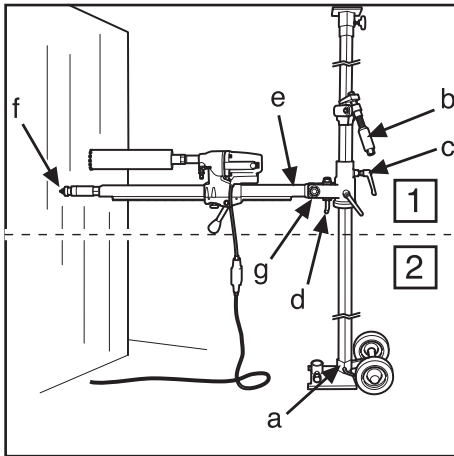
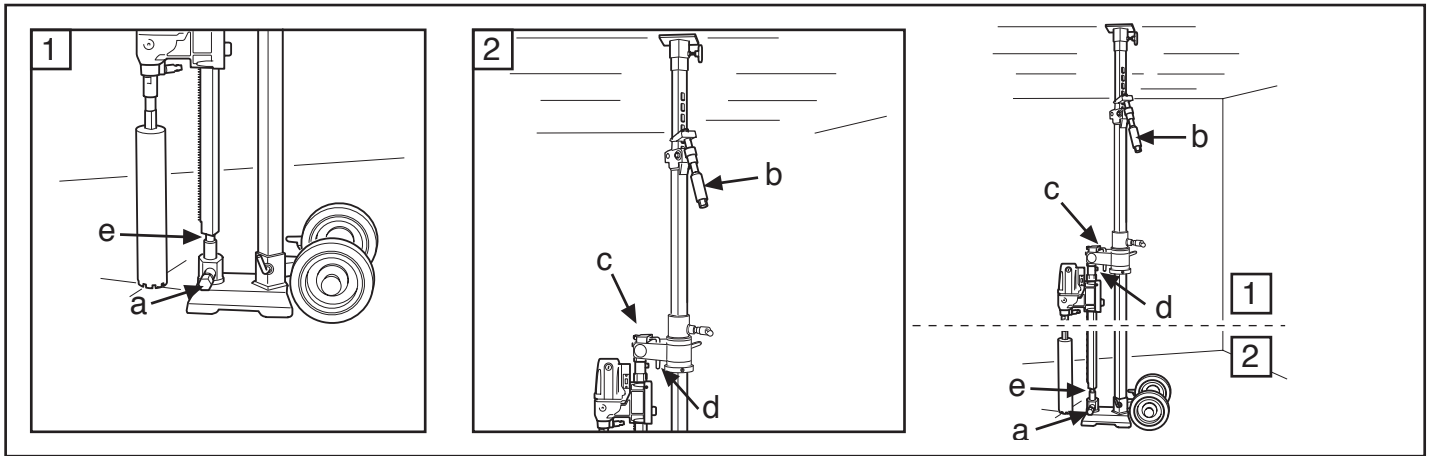

Fig. 6
Fig. 11
- rivolto verso l'alto, e viceversa se l'altezza di foratura è inferiore a 1,5 m. Controllare che il montante sia fissato alla piattaforma con il bullone di fissaggio (a) (fig. 6, 8).
6. Riportare in posizione la colonna di foratura ruotandola in modo che la perforatrice sia nella posizione desiderata contro la parete. Fissare la manopola di bloccaggio (fig. 6, 7) (c).
- Außenrohr nach oben gedreht sein, bei Bohrungen unterhalb von 1,5 m ist es umgekehrt. Überprüfen, ob der Stempel mit dem Sicherungsbolzen (a) in der Sohlenplatte verriegelt ist (Abb. 6, 8).
6. Bohrsäule mit dem Bohrmotor in die gewünschte Stellung an der Wand zurückdrehen. Verriegelungsdrehknopf sichern (Abb. 6, 7) (c).
- orienté vers le haut ; si le forage est effectué à une hauteur inférieure à 1,5 m, il doit être orienté vers le bas. Contrôler que le poteau est verrouillé dans le piétement à l'aide du boulon de blocage (a) (Fig. 6, 8).
6. Tourner le pilier de forage avec le moteur de forage sur la position souhaitée contre le mur. Verrouiller la poignée de verrouillage (Fig. 6, 7) (c).
- vanaf de wand, de kolomschroef moet ingeschroefd zijn. Wanneer hoger dan 1,5 m moet worden geboord, moet de dickere buitenpijp omhoog zijn gedraaid en andersom wanneer lager dan 1,5 m wordt geboord. Controleer of de kolom met de borgbout (a) in de bodemplaat vastzit (Fig. 6, 8).
6. Draai de boorkolom met de boormotor terug naar de gewenste stand tegen de wand. Zet de borgknop vast (Fig. 6, 7) (c).
7. Riportare indietro e sollevare la colonna di foratura, bloccandola con l'impugnatura a L (d) e il dado (g) (fig. 6, 7). Per la foratura angolata, allentare l'impugnatura a L (d) e portare la colonna di foratura all'angolo desiderato serrando il dado (g) con la chiave da 30 mm (fig. 6, 7).
8. Controllare la posizione della testa di foratura. Avvitare la vite del montante (f) (fig. 6, 10) alla parete per fissare la colonna di foratura. Fissare con il dado di bloccaggio da 30 mm (f) (fig. 6, 10), utilizzando un
- La colonna di foratura ruota di 360° e si blocca nella posizione desiderata con la chiave a brugola da 8 mm (e) (fig. 6, 7).
7. Die Bohrsäule nach hinten winkeln und hochklappen, mit dem L-Griff (d) und der Mutter (g) sichern (Abb. 6, 7). Beim Winkelbohren wird der L-Griff (d) gelöst und die Bohrsäule auf den gewünschten Winkel eingestellt, dazu wird die Mutter (g) mit dem 30-mm-Schraubenschlüssel (Abb. 6, 7) angezogen.
8. Die Stellung der Bohrkronen prüfen. Die Stempelschraube (f) (Abb. 6, 10) zur Befestigung der Bohrsäule an der Wand einschrauben. Mit 30-mm-Sicherungsmutter (f) sichern (Abb. 6, 10), dabei einen Holzstab oder dergleichen als Zwischenstück
- Die Bohrsäule ist um 360° drehbar und wird mit einem 8-mm-Inbusschlüssel (e) fixiert (Abb. 6, 7).
7. Remettre en place, sortir le pilier de forage et attacher avec la poignée en L (d) et l'écrou (g) (Fig. 6, 7). En cas d'ébarbage, la poignée en L (d) doit être desserrée et le pilier de forage réglé sur l'angle souhaité en serrant l'écrou (g) à l'aide d'une clé de 30 mm (Fig. 6, 7).
8. Contrôler la position du trépan. Visser la vis du poteau (f) (Fig. 6, 10) contre le mur pour attacher le pilier de forage. Attacher avec un contre-écrou de 30 mm (f) (Fig. 6, 10) en utilisant une règle en bois ou un instrument similaire comme pièce intermédiaire.
- Le pilier de forage peut pivoter à 360° et se verrouiller sur la position choisie à l'aide d'une clé hexagonale de 8 mm (e) (Fig. 6, 7).
7. Klap de boorkolom terug, zet vast met de L-handgreep (d) en moer (g) (Fig. 6, 7). Bij boren onder een hoek wordt de L-handgreep (d) losgemaakt en de boorkolom in de gewenste hoek gezet door de moer (g) met een 30 mm sleutel vast te draaien (Fig. 6, 7).
8. Controleer de stand van de boorkroon. Schroef de kolombout (f) (Fig. 6, 10) tegen de wand om de boorkolom te fixeren. Zeker met borgmoer 30 mm (f) (Fig. 6, 10) gebruik een houten regel of iets dergelijks
- De boorkolom is 360° draaibaar en wordt in de desbetreffende stand vastgezet met een 8 mm inbussleutel (e) (Fig. 6, 7).
1. Montare il supporto nel rispetto delle istruzioni. Per la foratura di pareti, vedere pag. 17, 19. Abbassare la colonna di foratura con l'impugnatura a L (d) in modo che la vite del montante (f) (fig. 6, 7) tocchi il manicotto
di bloccaggio (a) (fig. 11). Serrare il dado di bloccaggio (g) con una chiave da 30 mm (fig. 6, 7) e la manopola di bloccaggio (c) (fig. 6, 7).
3. Bloccare la vite del montante nel relativo manicotto con la vite di bloccaggio (a) e il dado (e). Serrare con la chiave da 24/30 mm (fig. 11).
1. Den Ständer der Anleitung „Bohren in der Wand“ entsprechend anbringen, siehe Seite 17, 19. Die Bohrsäule mit dem L-Griff (d) so herabklappen, dass die Stempelschraube (f) (Abb. 6, 7) in der Sicherungshülse (a) (Abb.
11) landet. Die Sicherungsmutter (g) mit einem 30-mm-Schraubenschlüssel (Abb. 6, 7) und den Verriegelungsknopf (c) (Abb. 6, 7) anziehen.
3. Die Stempelschraube mit Sicherungsschraube (a) und Mutter (e) in der Sicherungshülse verriegeln und mit einem 24/30-mm-Schraubenschlüssel festziehen (Abb. 11).
1. Monter le support selon les instructions de Forage dans un mur, voir pages 17, 19. Rabattre le pilier de forage avec la poignée en L (d) afin que la vis du pilier (f) (Fig.6, 7) bute sur la rondelle de blocage (a) (Fig.11). Serrer le contre-écrou (g) à l'aide d'une clé de 30 mm (Fig.6, 7) et serrer la poignée de
verrouillage (c) (Fig.6, 7).
3. Verrouiller la vis du poteau dans la rondelle de blocage avec la vis de blocage (a) et l'écrou (b) et serrer à l'aide d'une clé de 24/30 mm (Fig.11).
1. Monteer het statief volgens de aanwijzingen, Boren in wanden, zie bladzijde 17, 19. Klap de boorkolom met de L-handgreep (d) uit, zodat de kolombout (f) (Fig. 6, 7) tegen de borghuls komt (a) (Fig. 11). Zet de borgmoer (g) vast met een 30 mm sleutel (Fig. 6, 7) en zet de knop